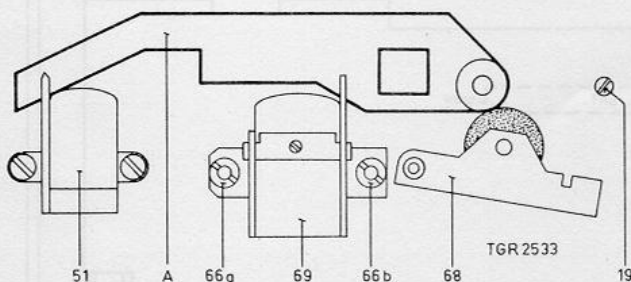

Fig. 4
Voor deze instelling is een speciale mal vereist, zie A in fig. 4.
- Schuif de mal A (zie fig. 4) over de toonas terwijl de drukrol 68 wordt teruggetrokken. De mal moet zover over de toonas geschoven worden, dat deze zich in het verlengde bevindt van de wis en o/w kop bandgeleiders.
- Als de toonas loodrecht staat t.o.v. de o/w en de wiskop zal de mal precies tussen de bandgeleiders van bovengenoemde koppen schuiven. Is dit niet het geval (toonass staat niet loodrecht) dan kan de toonas ingesteld worden met schroef 19 (zie fig. 4).